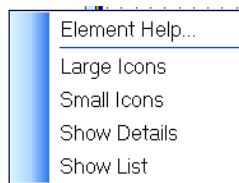

Рис. 3.3
4. Щёлкните левой кнопкой мышки по подгруппе **Inductor** (Индуктивности) в окне просмотра элементов. В нижней части окна появятся изображения доступных индуктивностей. Вы можете изменить отображение элементов, щёлкнув в нижней части окна просмотра элементов и выбрав одну из опций (рис. 3.3). Если выбрать **Show Details**, то элементы будут отображаться с их кратким описанием. Если выбрать **Element Help**, то откроется окно помощи по элементу, на который указывает курсор мышки.